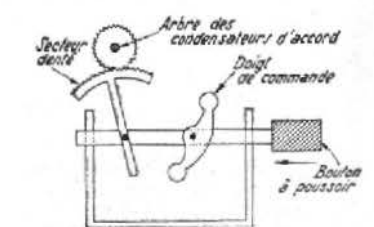

Fig. 1
**Automatique** (Accord). — Système électrique, mécanique, ou électro-mécanique, qui accorde un radio-récepteur ou un émetteur automatiquement à une fréquence déterminée à l'avance, lorsqu'on appuie sur un bouton ou un levier, ou qu'on fait tourner un bouton de commande ou un cadran téléphonique. Les systèmes de balayage automatique indiqués plus haut permettent également d'obtenir l'accord automatique (fig. 1).